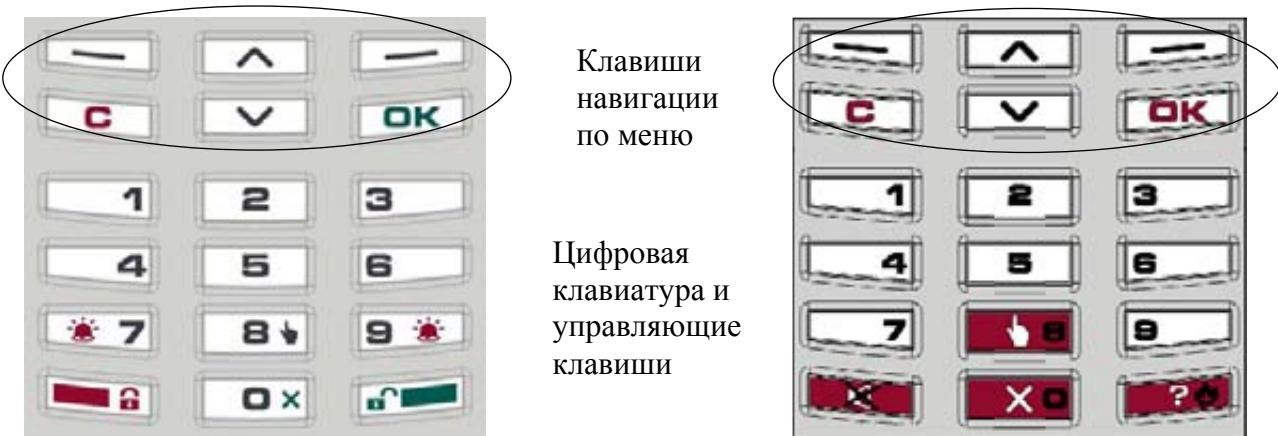

Рисунок 2
2.7.1.5 Пульты имеют клавиатуру управления (рисунок 2) в нижней части которой расположены клавиши с цифрами "1"- "9", "0", а также клавиши с символами "" (взять), "" (снять), "X" (бросить) и др.